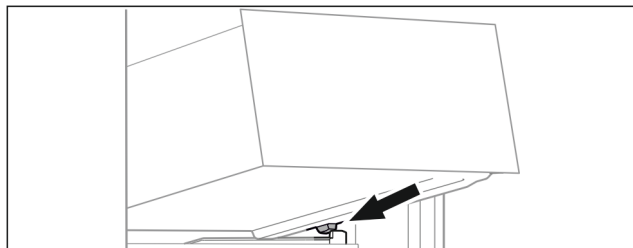

Fig. 98
- ▶ Helyezze a fiókot ferdén az ütközők mögé, a tartóbordára. (lásd Fig. 98)